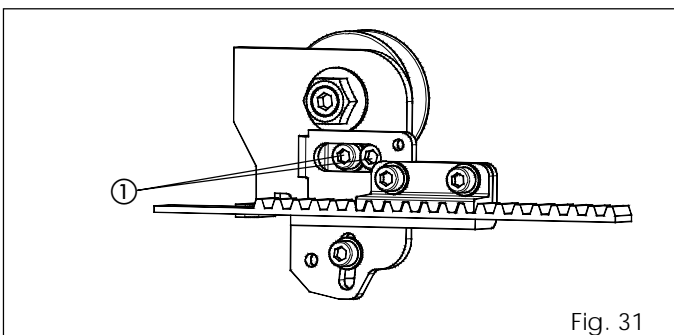

Fig. 31
- Haal de twee schroeven (fig. 31 ref. ①) los op beide wagens.